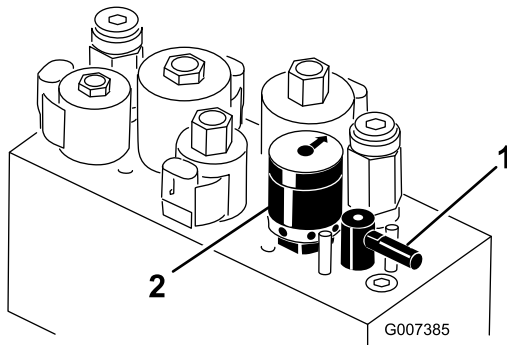

Figura 57
4. Rode a alavanca de retificação para a posição R (Figura 57).
5. Rode o controlo da velocidade dos cilindros para a posição 1 (Figura 57).